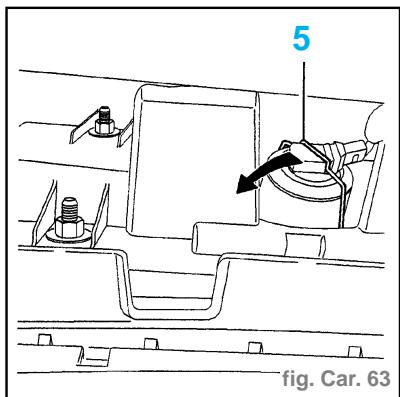

fig. Car. 63
**Nota :** Lorsque le faisceau est défectueux, il est autorisé de basculer l'épinglé de sécurité (5) et ainsi de ne déposer que le faisceau airbag (fig. Car. 63).
- Serrer les écrous (3) à **0,4 daN.m**.